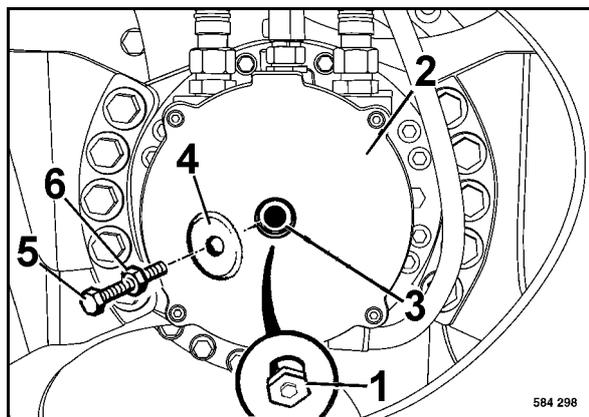

Рис. 117
- Вывинтить винт растормаживания из тормоза двигателя обода. Снова ввинтить и затянуть резьбовую пробку (1) (Рис. 117).